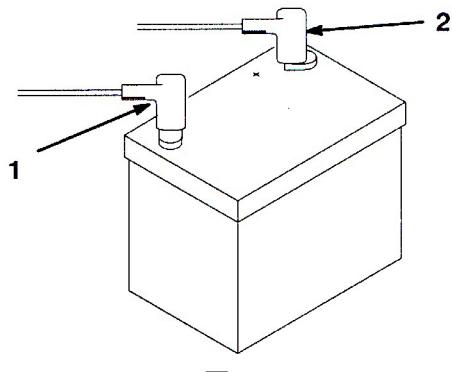

図7
- スタータからの赤い(+)ケーブルを(+)端子に固定する(図7)。レンチで締め付けて固定し、ワセリンを塗布する。ケーブルが擦れて磨耗するような配線はさける。座席の最後部でケーブルを傷つけることがあるので特に注意すること。